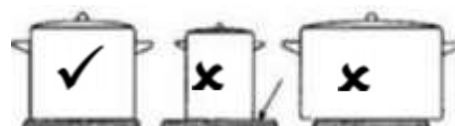

Fig. 14
- Folosiți tigăi de aceeași dimensiune sau puțin mai mari decât plita (Fig. 14). Tigăile mai mici risipesc energie, iar cele prea mari (cu o depășire de peste 50 mm) pot supraîncălzi plita și pot provoca crăpături și deteriorări.